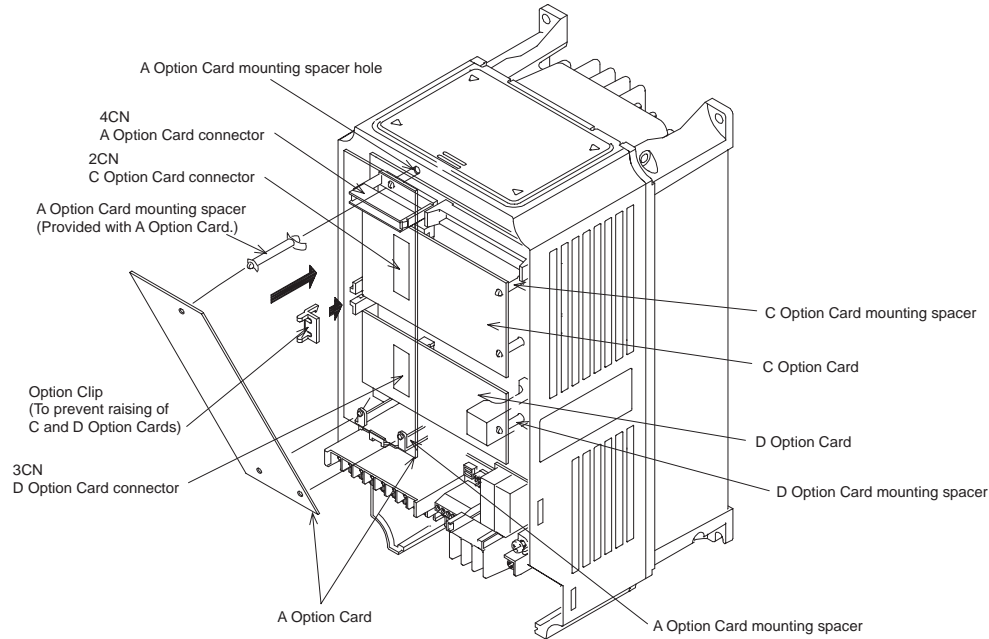

Fig 2.17 Montagem dos Cartões Opcionais
- Utilize cabos de par-trançado com malha para prevenir problemas de ruído. Monte o cabo como mostrado na Fig 2.17.
- Conecte a malha ao terminal E (G).
Até 3 cartões opcionais podem ser montados no Inversor. Você pode montar um cartão em cada um dos três pontos de conexão (A, C, e D) mostrados na *Fig 2.17*.